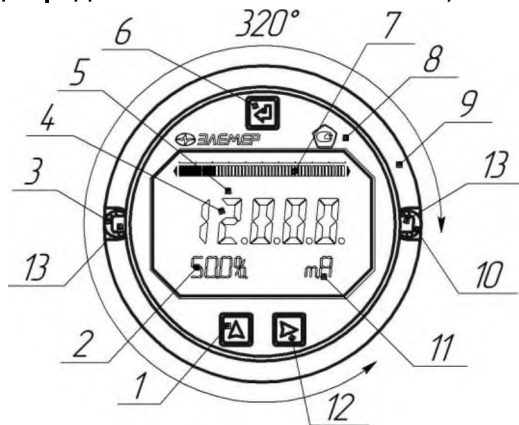

Рисунок 2.2
2.3.1.3. Модуль ЖК-индикатора может быть повернут относительно микропроцессорного модуля на угол 320° (см. рисунок 2.2).
2.3.1.4. На лицевой стороне модуля индикации расположены (см. рисунок 2.2):
2.3.2.1. Информация, возникающая в процессе работы преобразователей, отображается на многофункциональном ЖК-индикаторе, содержащем следующие поля индикации (см. рисунок 2.2):
2.3.3.2. Кнопки «», «», «» для работы с меню расположены на лицевой панели (см. рисунок 2.2) и на наружном блоке управления (см. рисунок 2.1). Кнопка «» подстройки (корректировки) «нуля» расположена на наружном блоке управления.